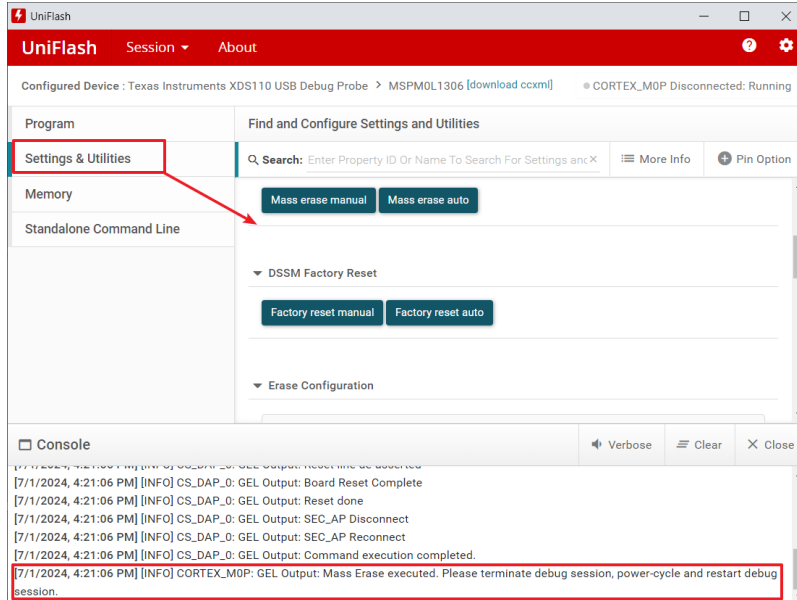

图 7-5. 通过 Uniflash 解锁
8.7.0.4818 版本以上的 Uniflash 还支持解锁 MSPM0。首先，按照步骤连接 MSPM0 与 Uniflash，如节 5.2.1.1 所示。然后，按照图 7-5 中的说明解锁 MSPM0。